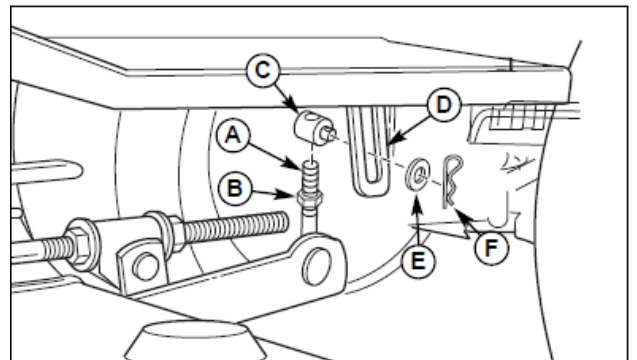

図 37 刈り高さ調整
輸送時の高さとの距離は、調節ができます。Jフック (A) の上にトラニオン (図 37 の C) を上げることで輸送時のデッキ位置を最大の地面との隙間を調節します。デッキを最も下げる際は Jフックにつながるトラニオンを下ろします。輸送時の高さを確保するにはトラニオンを引き上げてデッキを上げます。
1. ジャムナット (図 37 の B) を緩めます。
2. ヘアピン (F) とワッシャ (E) をトラニオン (C) から外します。
3. トラクタリフトアーム (D) からトラニオン (C)、Jフック (A)、ジャムナット (B) を外します。
4. トラニオン (C) を回して高さを調整します。
5. トラニオン (C)、Jフック (A)、ジャムナット (B) をトラクタリフトアーム (D) に入れます。ワッシャ (E)、ヘアピン (F) を取り付け、ジャムナット (B) を締めます。